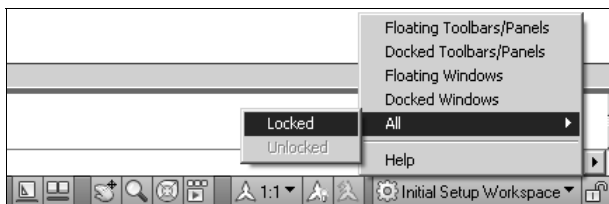

Рис. 3.2. Контекстное меню для управления блокированием панелей инструментов и диалоговых окон
- ◆ вызывать контекстное меню со списком команд блокирования (**Lock Location**) в графическом окне панелей инструментов и диалоговых окон, если указатель курсора установлен на кнопке  со значком замка, размещенной на правой границе строки состояния (рис. 3.2).